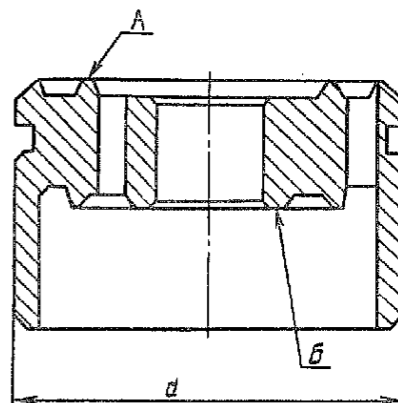

Рис. 183. Поршень амортизатора
2.4. Поршень амортизатора (рис. 183)